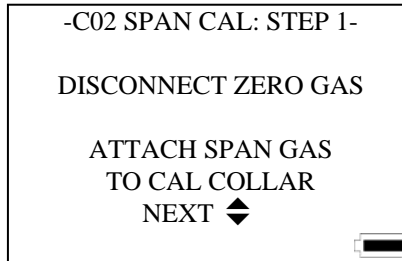

Abb. 4-6: Ansicht CO₂ Messbereichskalibrierung: Schritt 1
- Trennen Sie den Druckregler vom Nullgaszylinder ab und bringen Sie den Regler an der Messbereichs-Kalibriergasflasche an. Mit der ↵ oder ▼ Taste gehen zum nächsten Schritt (Abb. 4-6).